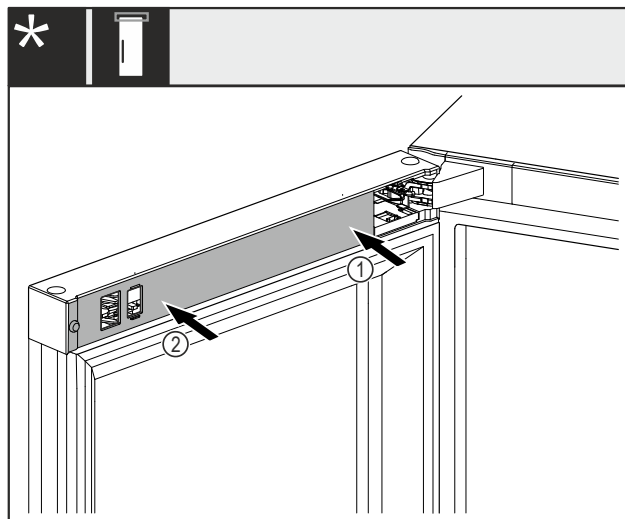

Fig. 34
- Applicare per prima cosa la copertura Fig. 34 (1) sul lato del blocco di supporto e innestarla.
- Applicare per prima cosa la copertura Fig. 34 (2) sul lato esterno e innestarla.